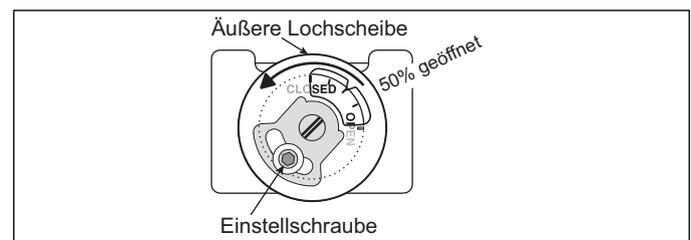

Abbildung 4.3 Manuelles Gasdrosselventil, 50 % geöffnet
3. Öffnen Sie das manuelle Gasdrosselventil an jedem Brenner um 50%. Siehe Abbildung 4.3. Falls ein regelbares Begrenzungsventil verwendet wird, drehen Sie es um fünf volle 360°-Drehungen von der niedrigsten Stellung aufwärts.